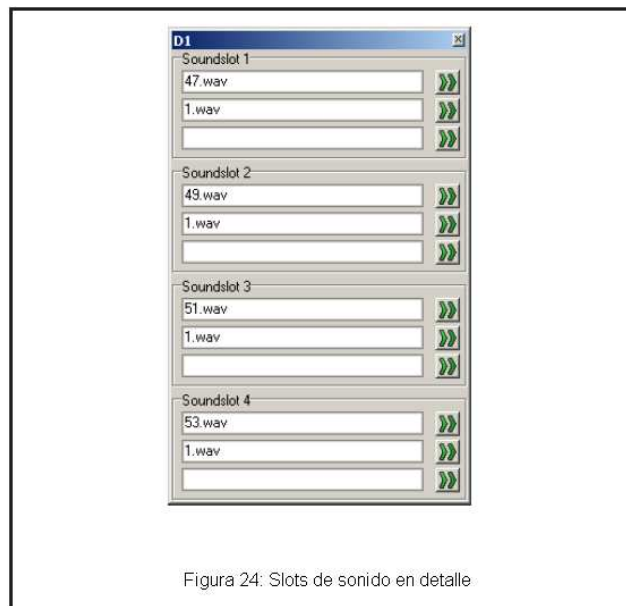
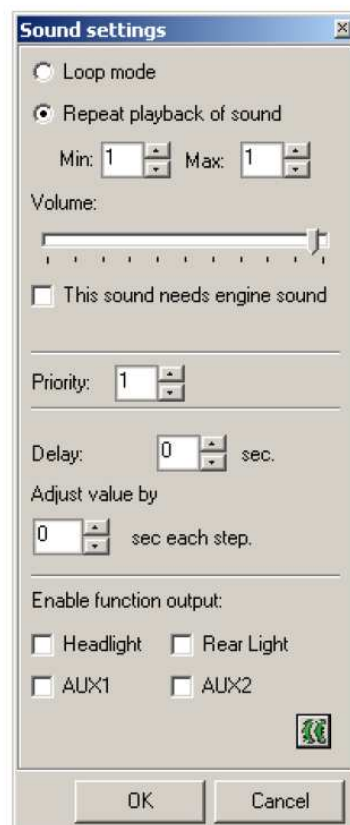

Figura 24: Slots de sonido en detalle
Figura 26: opciones adicionales del slot de sonido
En cuanto usted haga clic hacia uno de los campos de los slots de sonido, automáticamente le saldrá una ventana como la de la figura 24. En esta ventana, los slots de sonido se aumentaran para una programación más fácil. La ventana emergente podrá ser movida por la pantalla y siempre mostrara los contenidos seleccionados mediante un marco rojo.
- Se abrirá una ventana como la de la figura 24.
Para este propósito hay un campo en la fila al lado del slot (ver Figura 24) que abre otro menú (Figura 26). Por favor dependiendo del uso y posición del slot de sonido no todas las opciones pueden estar disponibles.